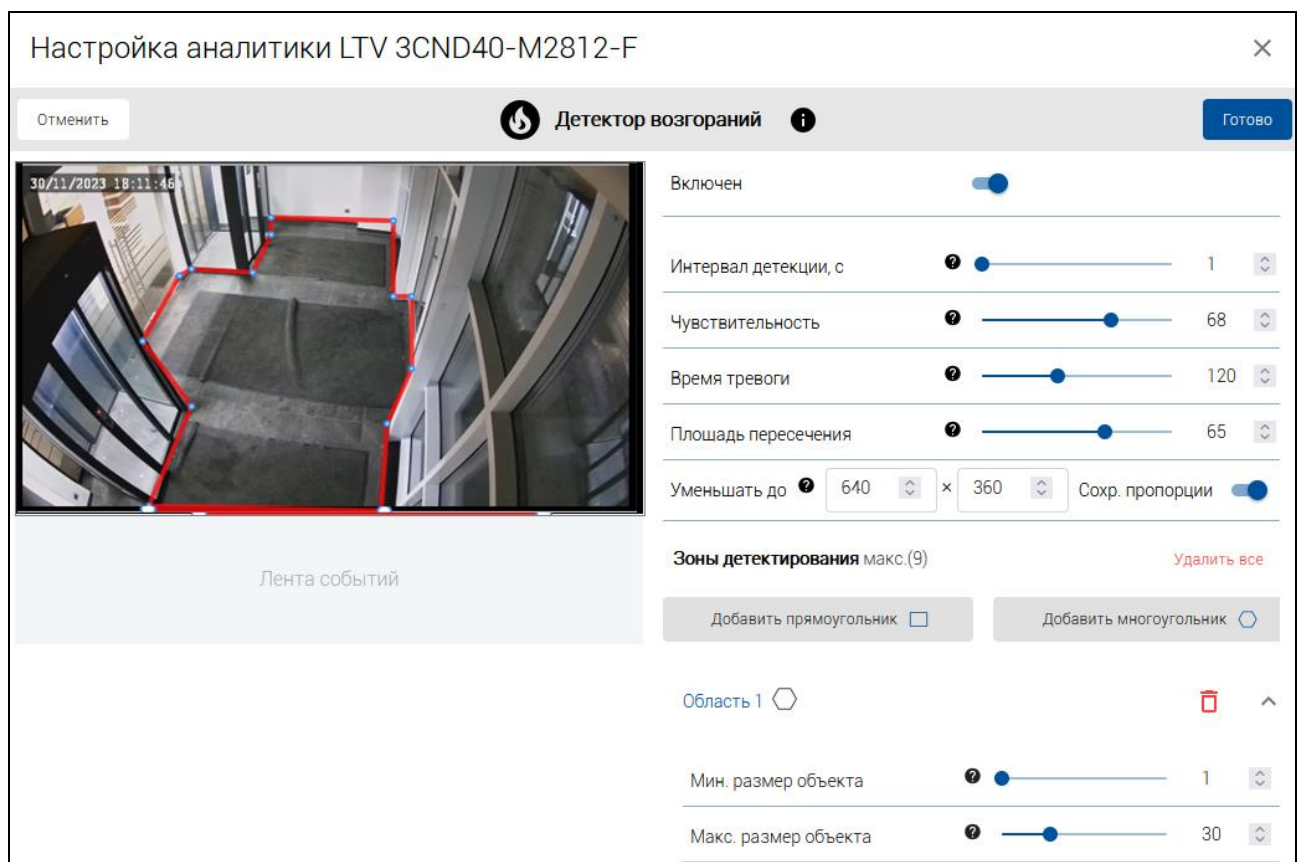

Рисунок 56 - Настройка детектора возгораний
1) В списке детекторов выделить строку **Детектор возгораний**, нажать на кнопку **Подключить**, откроется окно настройки (рис. 56).